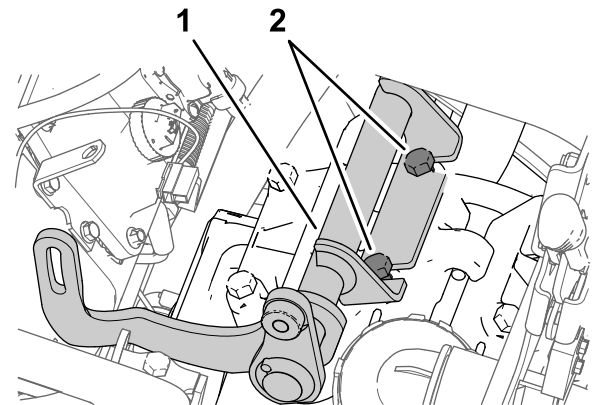

Figura 176
2. Alinhe o suporte do alternador entre os parafusos que desapertou e como se mostra no passo 1 e a cabeça da bomba Figura 176.